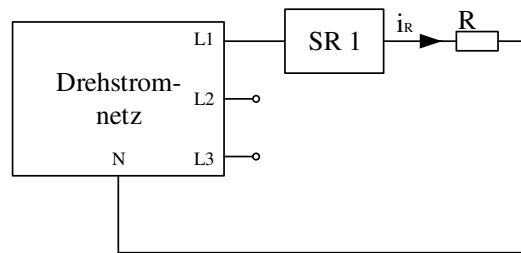

Abbildung 7: Stromrichterschaltung 1
- a) Ein Stromrichter SR1 soll zur Steuerung der Heizleistung eines Widerstands R benutzt werden (Abbildung 7). Am Ausgang wird der Stromverlauf i_R gemessen. Zeichnen Sie das Prinzipschaltbild des Stromrichters SR1. Wie heißt diese Schaltung? Wie heißt das hier benutzte Steuerverfahren?